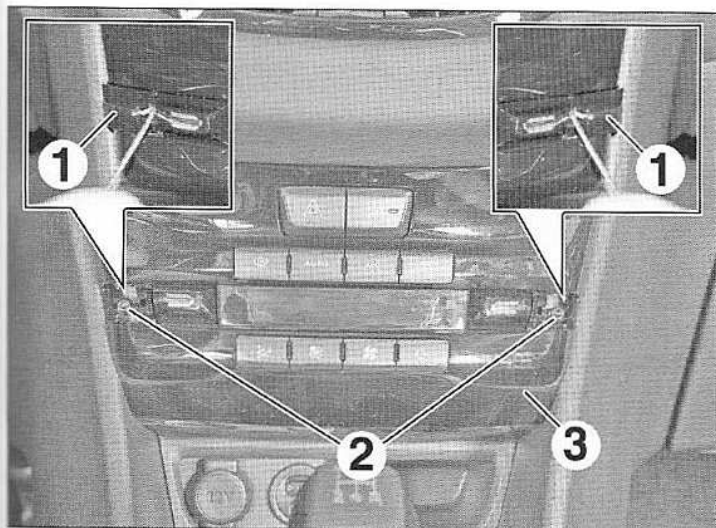

FIG.19
- Dégrafer les caches (1) (Fig.19).
- Déposer les vis (2).
- Dégrafer puis extraire le panneau de commande (3).
- Débrancher puis déposer le panneau de commande de chauffage/climatisation (3).